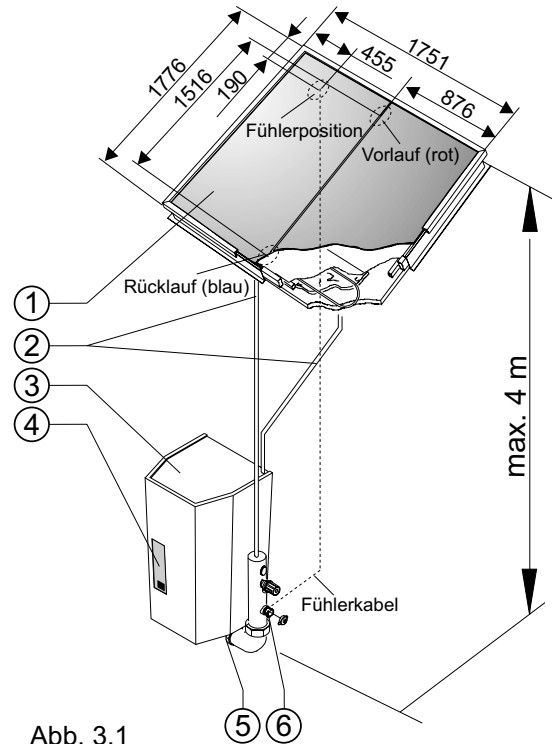

Abb. 3.1
- Ist die Höhendifferenz größer als 4 m muß ein externes Rückströmgefäß installiert werden, hierbei darf die zusätzliche Rohrleitungshöhe 15 m nicht überschreiten (Abb. 3.1).